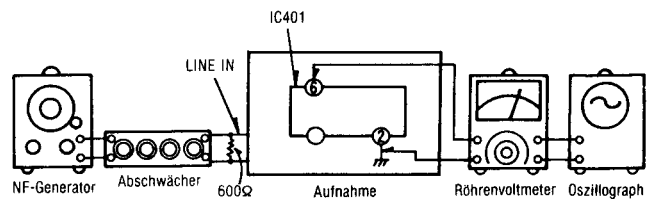

Fig. 16
1. Den Meßaufbau zeigt Fig. 16.